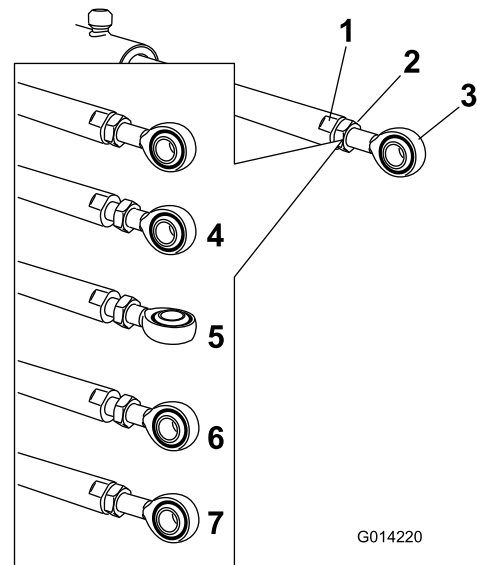

Рисунок 104
5. Удерживайте шток привода в неподвижном положении с помощью ключа, накинутаго на плоские грани штока привода, затем ослабьте контргайку, чтобы можно было регулировать шток с проушиной (Рисунок 104).
6. Поверните шток с проушиной в штоке привода, чтобы сократить или удлинить привод для установки в требуемое положение (Рисунок 104).